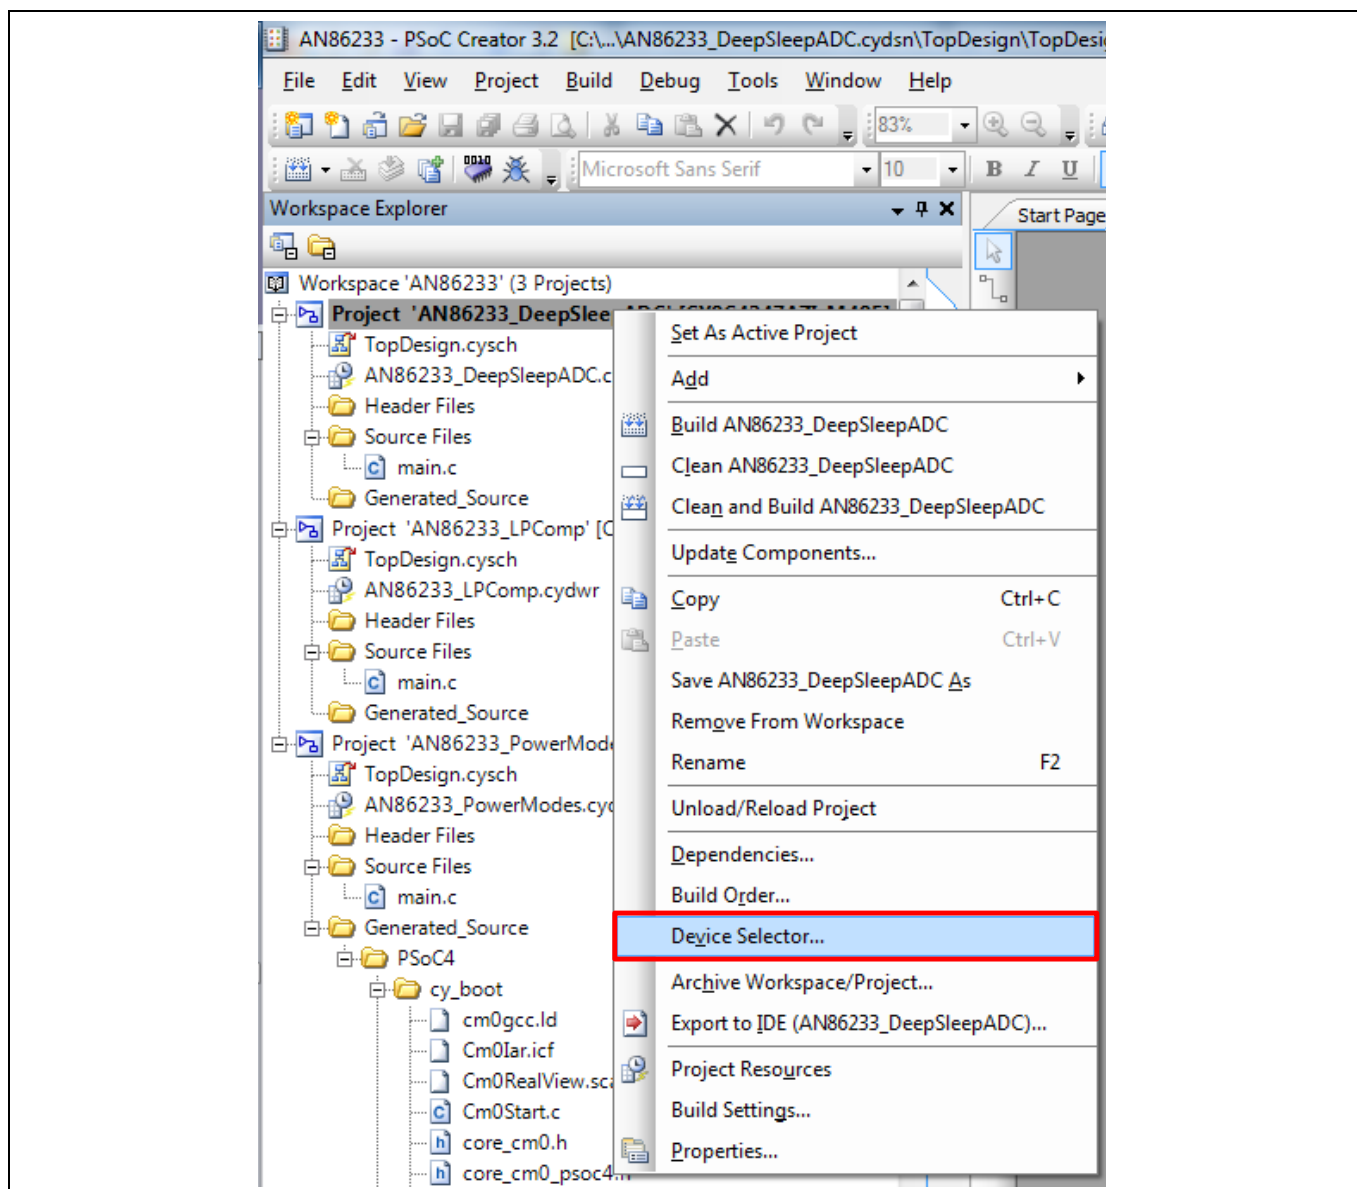

Figure 11 Device Selector オプションの選択
2. Figure 11 に示すように、コンテキストメニューから **Device Selector** オプションを選択してください。